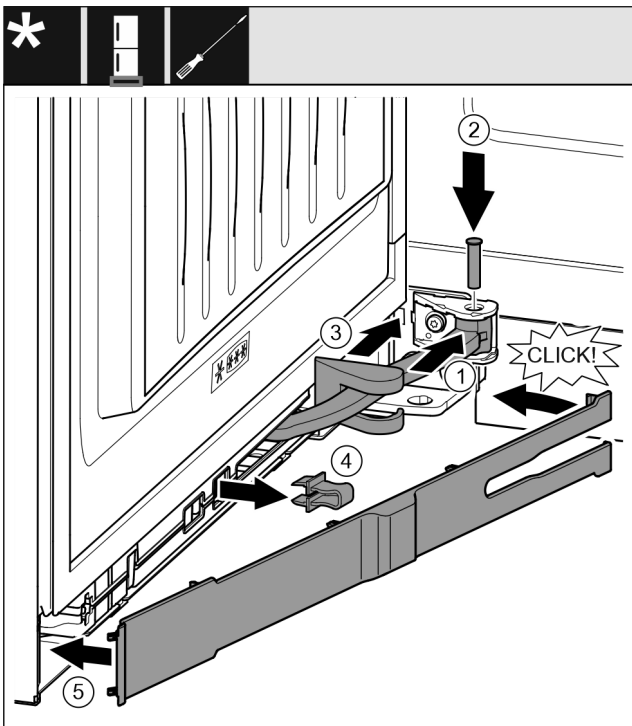

Fig. 47
- ▶ Forgassa a csuklót a felfüggesztésbe. Fig. 47 (1)
- ▶ Helyezze a csapszeget a felfüggesztésbe és a csuklóba egy T15 csavarhúzóval. Közben ügyeljen arra, hogy a bekattanó bütyök megfelelően illeszkedjen a horonyba. Fig. 47 (2)
- ▶ Tolja el a csapágybak fedelét a csukló mentén, és szerelje a felfüggesztés fölé. Fig. 47 (3)
- ▶ Vegye le a biztosítékot. Fig. 47 (4)
- ▶ Helyezze fel a lemezt a fogantyú felőli oldalra, és fordítsa be. Fig. 47 (5)